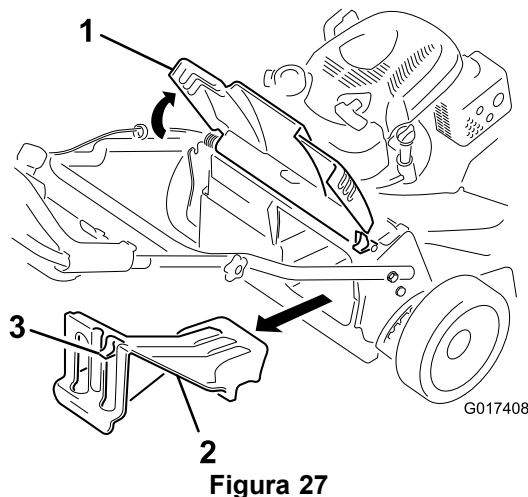

Figura 27
1. Levante y sujete el deflector trasero (Figura 27).
2. Retire el tapón de descarga trasero presionando hacia abajo sobre el enganche con el dedo pulgar y extrayendo del tapón de la máquina (Figura 27).